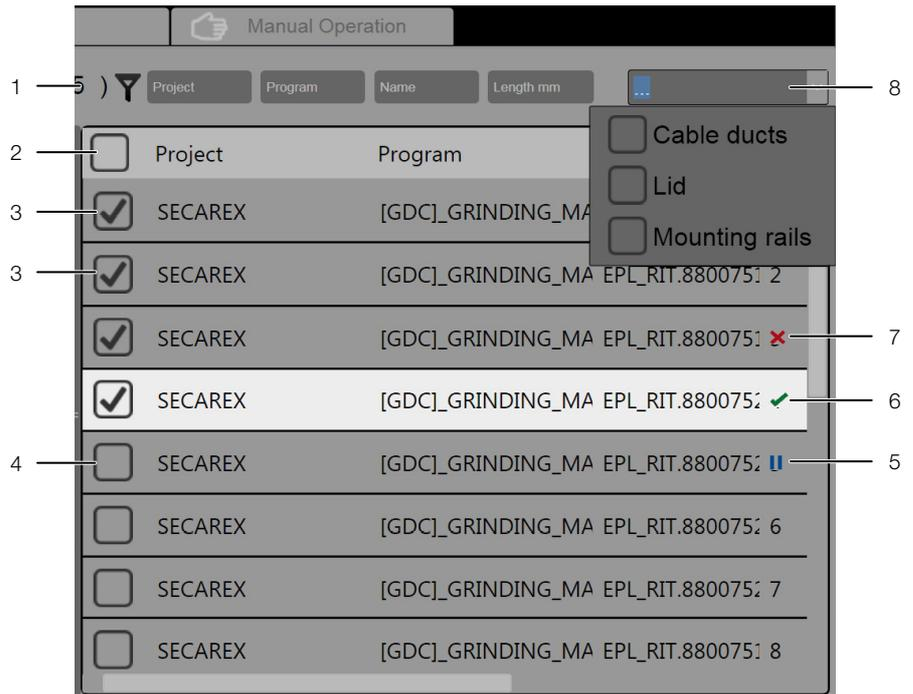

Imagen 10: Pestaña «Preparación» – Lista de producción
- Seleccione las piezas deseadas activando la casilla (imagen 10, pos. 3) que se encuentra delante de cada pieza.
- Pulse el botón «<>» (imagen 10, pos. 8) en la columna «EF» de la pieza que desea mecanizar.